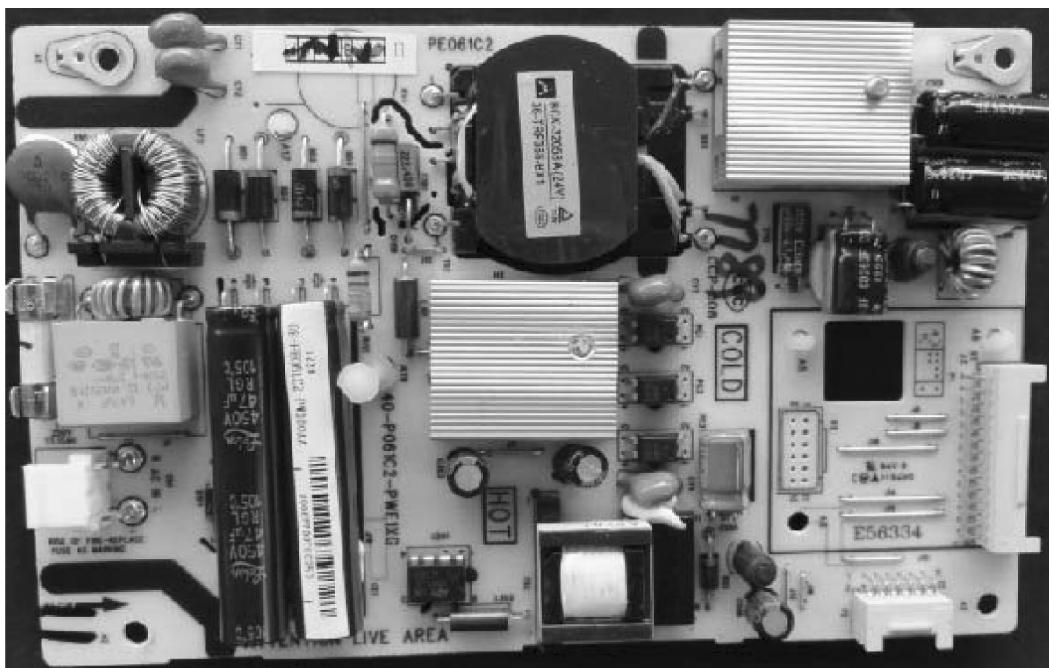

图 5-12 电源板 40-P061C2-PWE1XG 实物板图
3. 电源板实物如图 5-12 所示。
【要点与点拨】：该机机心为 MT27，电源属于电源板 40-P061C2-PWE1XG，见图 5-12。